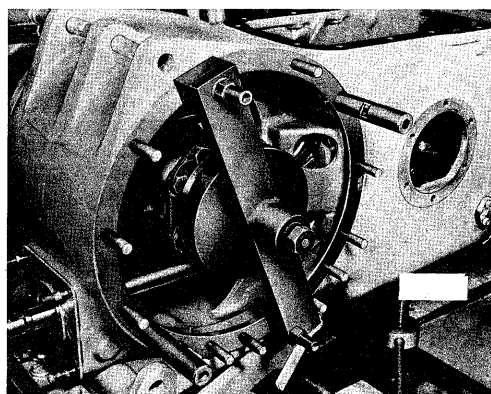
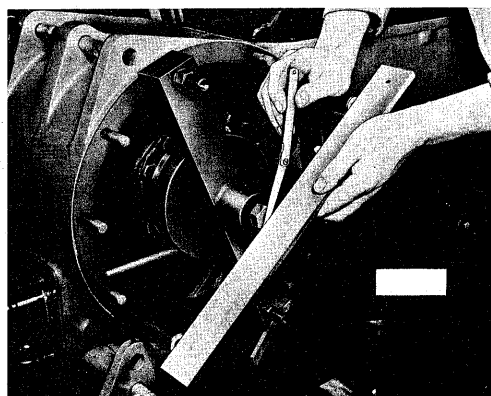

Fig. 28.
Fig. 29.
Monter værktøjet som vist i fig. 28, med justerbolten (centerbolten i (3)) helt slækket. Tilspænd derpå justerbolten til 20 lbft (2,77 kpm) og drej herunder kronhjulet. Mål med linealen (retskeden) (6) anbragt på afstandsstykkerne (5) som vist i fig. 29 afstanden mellem centertap og lineal. Målet giver tykkelsen på det skjold der skal anbringes bag lejet for at give korrekt forspænding.